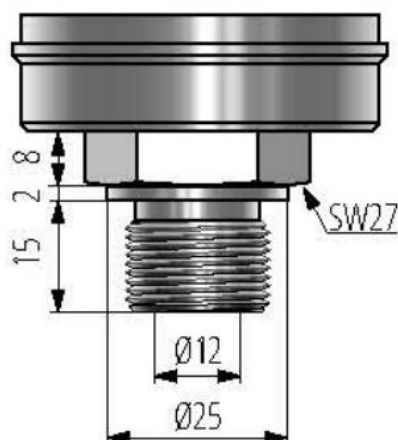

Рис. 8 Присоединение типа **PGP** для низких давлений со штуцером типа **P**
- присоединение типа **PGP** для низких давлений со штуцером типа P; Рис.8